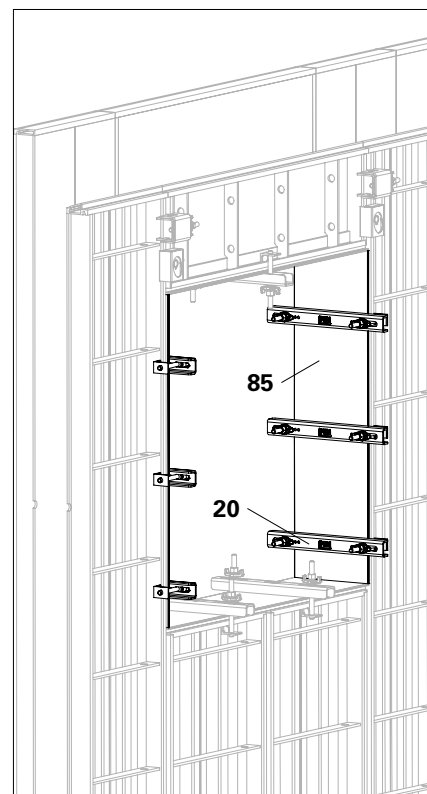

Fig. B4.11
7. Fissare il profilo fermagetto UNO Plus con il corrente fermagetto UNO Plus (20). (Fig. B4.11)